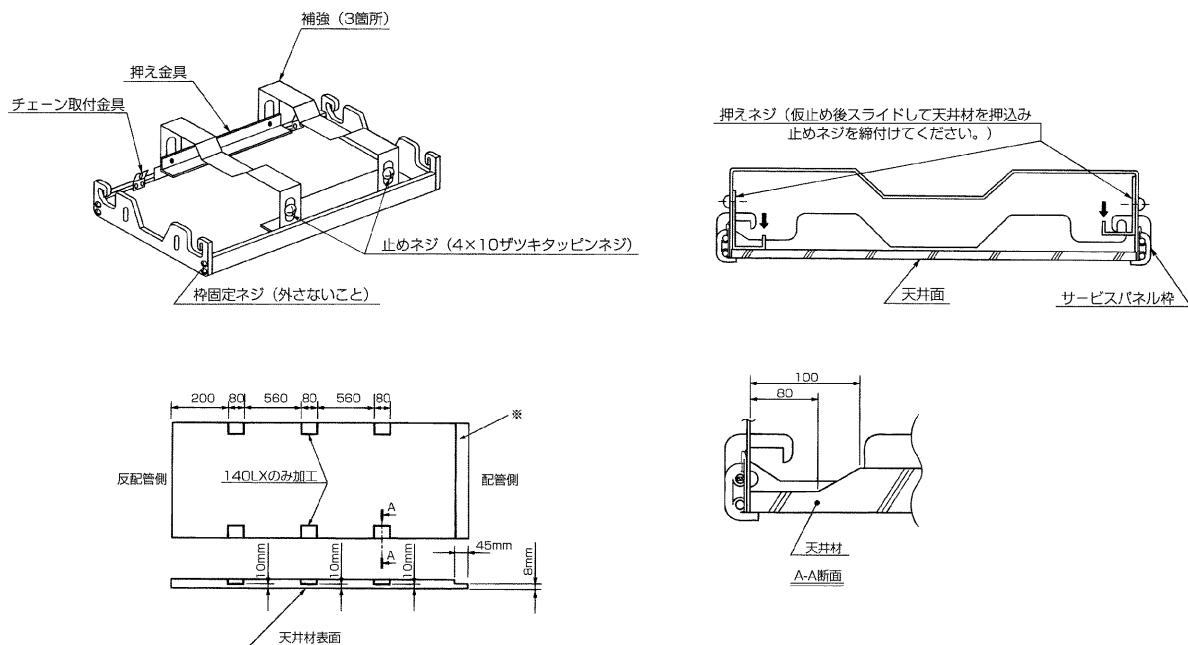

図17
- 1.建材の厚さが10mmを超えますと、天井材を図17のように加工してください。但し、建材の質量は上表を参照してください。